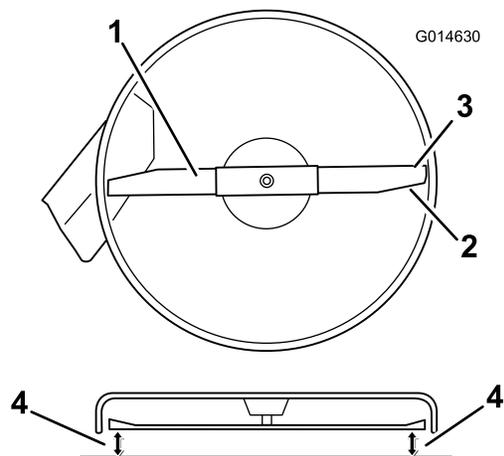

Figure 57
- Faites pivoter les lames avec précaution pour qu'elles soient toutes parallèles (Figure 57 et Figure 58).
- Mesurez la distance entre les tranchants extérieurs et la surface plane (Figure 57 et Figure 58). Si les deux mesures diffèrent de plus de 5 mm, un réglage s'impose. Poursuivez la procédure.